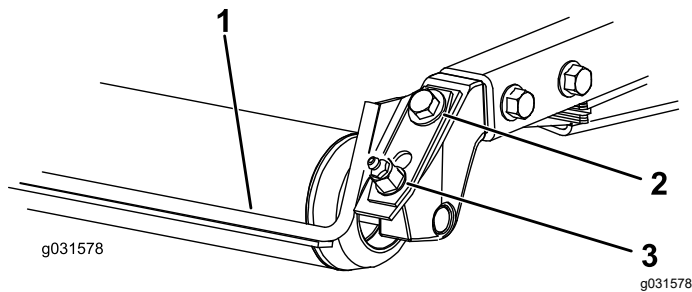

Figure 20
1. Desserrez le graisseur et la vis de fixation (Figure 20).